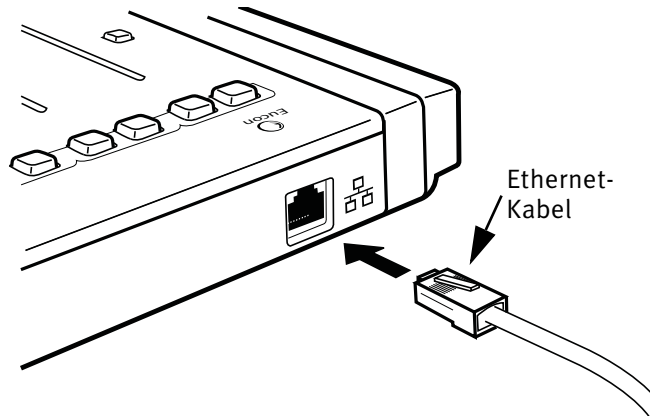

Abb. 2-8 Ethernet-Kabel und rückseitige Buchse
6. Stecken Sie ein Ende des Ethernet Crossover-Kabels in die Ethernet-Buchse (markiert mit ) auf der Rückseite der MC Control (Abb. 2-8).